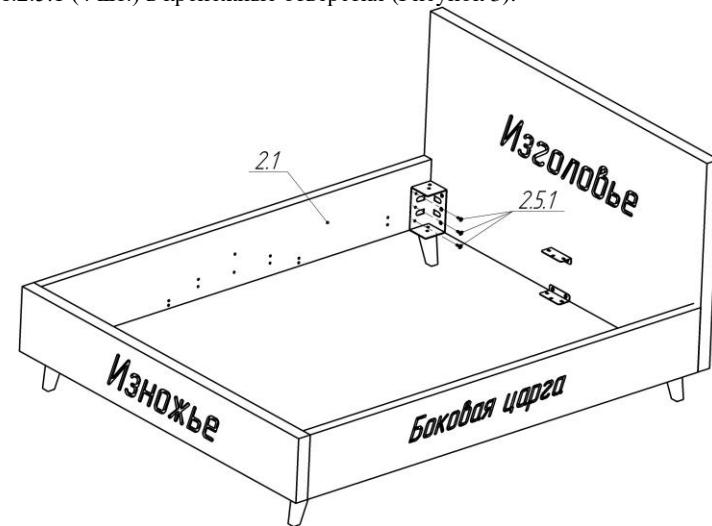

Рисунок 4 – Сборка изголовья и боковых царг кровати
4. Затем состыковать боковую царгу кровати поз.2.1 со свободной стороной кронштейна поз.2.4. Наживить винты M6x25 (6х20) поз.2.5.1 (3 шт.) в крепёжные отверстия боковой царги основания, то же сделать с противоположных сторон. (Рисунок 4.)